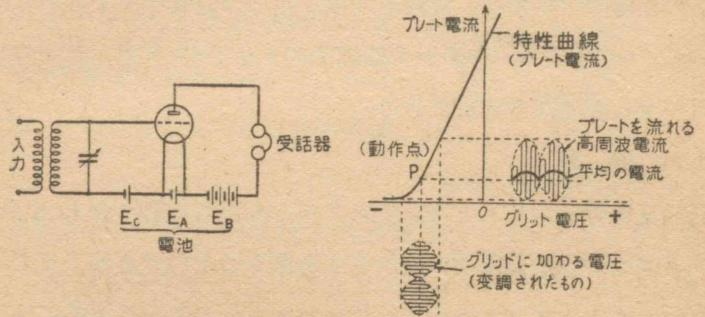

図 46 プレート検波のわけ
プレート検波 図 46 のように三極真空管をつなぎ、特性曲線の曲がったところ P 点をもととして(このためには電池 E_c でグリッドに適当な負の電圧を与える), グリッドに変調された高周波電圧を加えると、図の (B) のような働きで高周波のプレート電流が得られ、その平均の値で受話器が働き検波することができる。このようなものをプレート検波といいう。